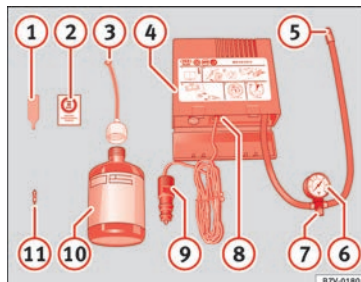

Fig. 80 Représentation standard : contenu du kit anticrevaison.
Le kit anticrevaison se trouve dans le coffre à bagages, sous le revêtement de plancher. Il inclut les composants suivants » **fig. 80** :
Revissez le tuyau de gonflage » fig. 80 ⑤ et vérifiez la pression du manomètre ⑥.